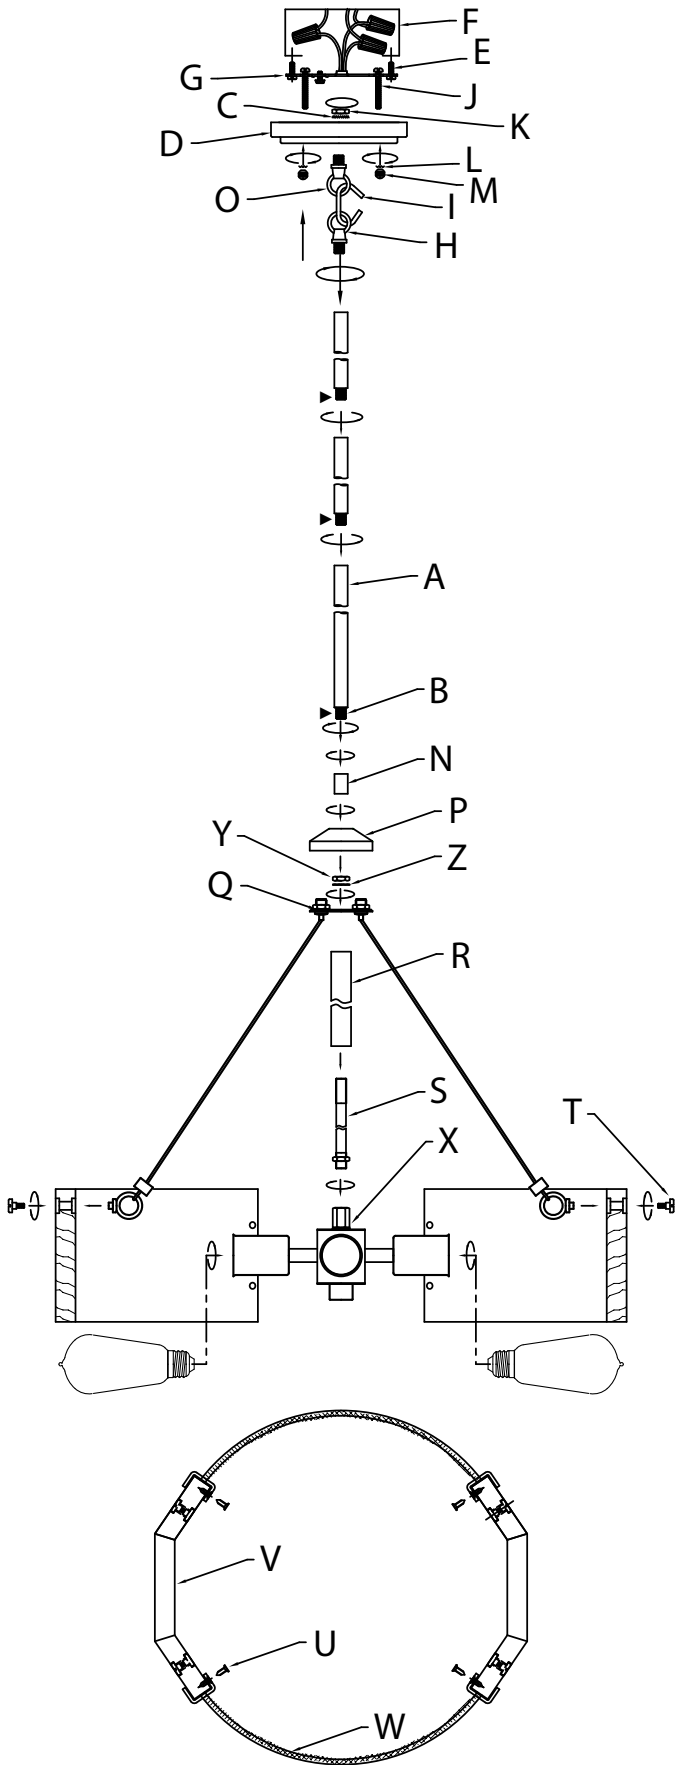

Fig. 1
- 16) Assembler l'anneau décoratif en joignant les deux (2) sections en bois[V] et les deux (2) sections en treillis[W] ensembles avec les huit (8) vis à tête plate[U] tel qu'illustré (fig. 1).
- 17) Prendre l'anneau décoratif assemblé et le placer par-dessus les douilles d'ampoule et suspendre sur les quatre (4) boucles du câble de support[Q], et fixer au bois à l'aide de quatre (4) boutons filetés[T].